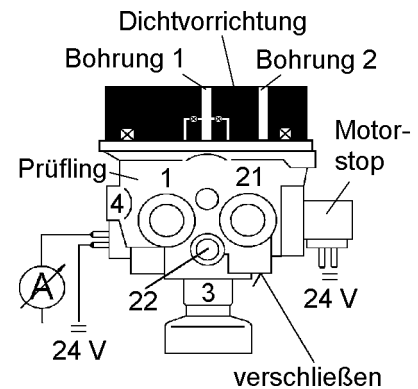

Abb. 2
- 3.1.1 Den Trockenmittelbehälter vom Lufttrocknergehäuse abschrauben, durch die Dichtvorrichtung 899 709 113 2 ersetzen und mit einem Drehmoment von $M = 15 + 2 \text{ Nm}$ anziehen. Die Bohrung 2 an der Dichtvorrichtung verschließen (siehe Abb. 2).